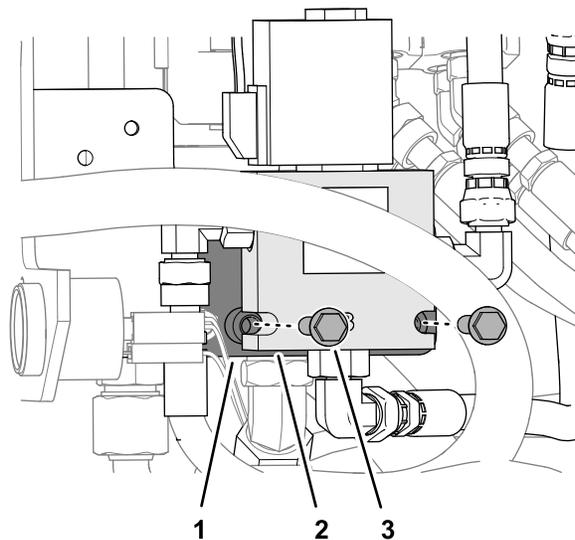

Рисунок 31
1. Совместите пазы в корпусе клапана включения тяги с резьбовыми опорными трубками кронштейна клапана низкого расхода (Рисунок 31).